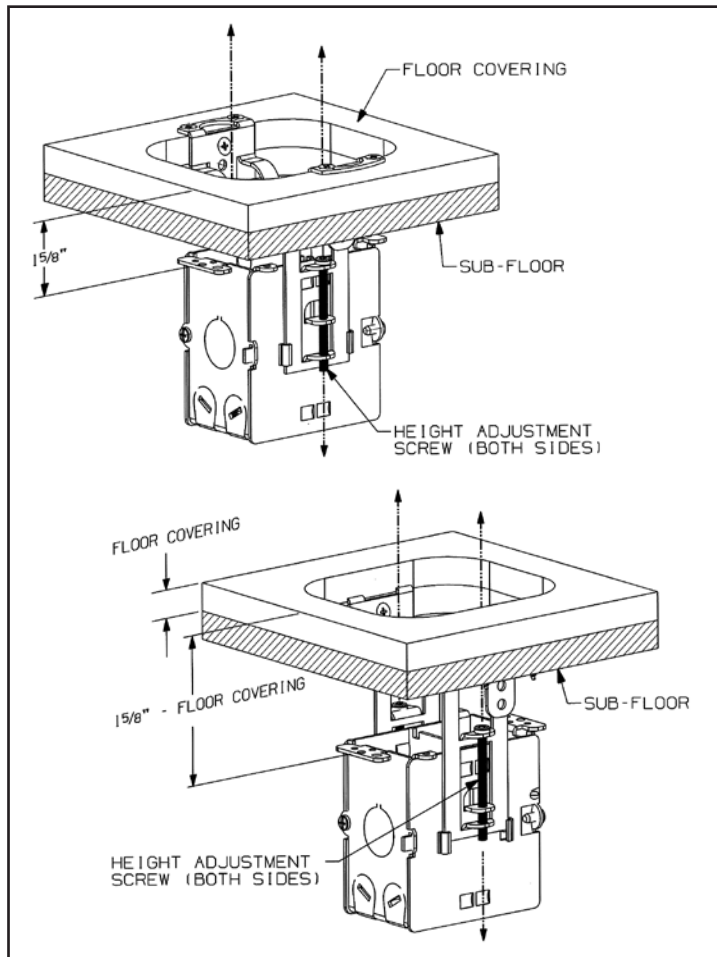

FIGURE 2
5. Set Box height as shown in Fig. 2.
5. Régler la hauteur de la boîte conformément à la Fig. 2
5. Regular la altura de la caja como se muestra en la Fig.2